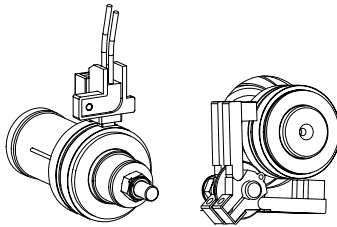

fig. 6
5. Dans le cas d'alternateurs à balais, contrôler régulièrement l'usure des balais et du collecteur, ainsi que leur position parfaitement centrée sur les anneaux de coulissement. (fig.6)